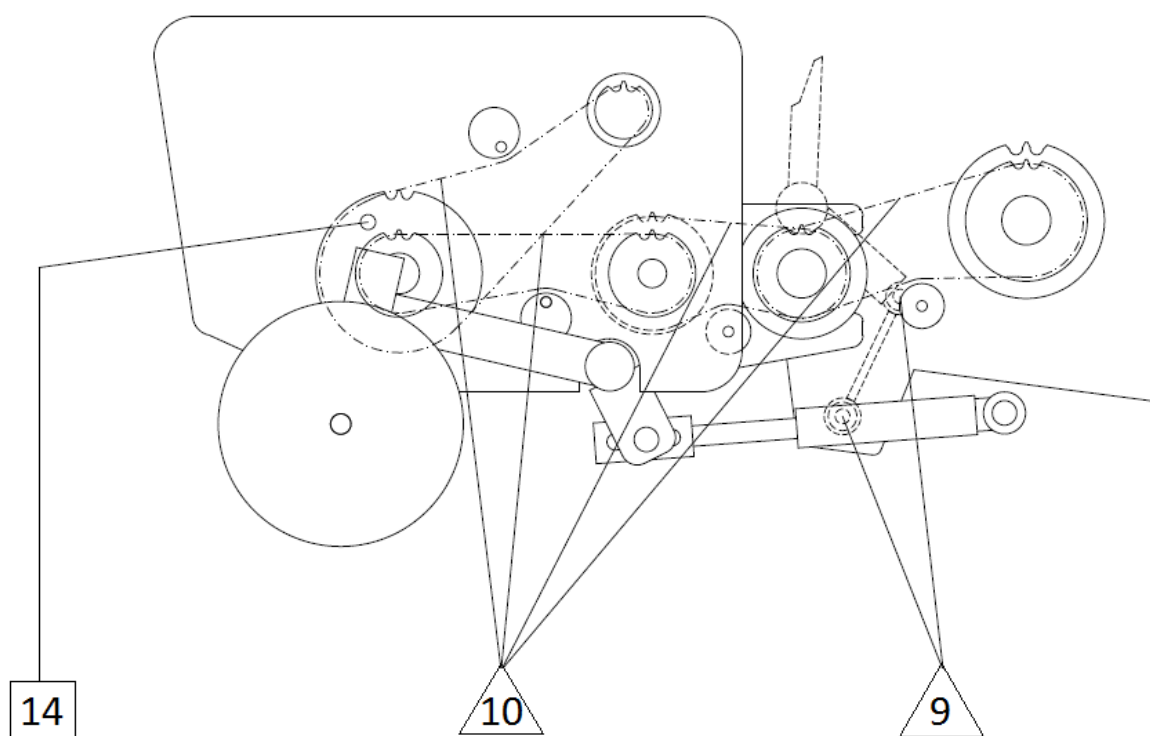

Figure 26. Point de graissage – ramasseuse
Pour lubrifier les rouleaux de la ramasseuse (figure 26), retirez le capot (2) après avoir dévissé les trois vis (1). Dévissez ensuite la vis de sécurité (3) et remplacez-la par le graisseur (4). Graissez les rouleaux de la ramasseuse. Retirez le graisseur et remettez en place la vis de retenue (3)